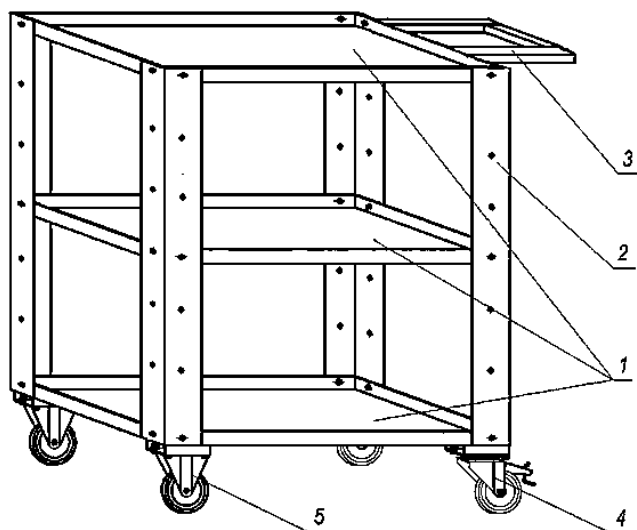

Рис.1
1.2 В базовом варианте (рис.1) тележка представляет собой конструкцию из четырех стоек (поз.2), скрепленных болтами М6х10 с тремя полками (поз.1). К нижней полке винтами М8х16 крепятся четыре колеса Ø100 мм: два колеса – простые (поз.5), два колеса – поворотные с тормозом (поз.4). Тележку передвигают с помощью ручки (поз.3), которая болтами М8х25 крепится к верхней полке.